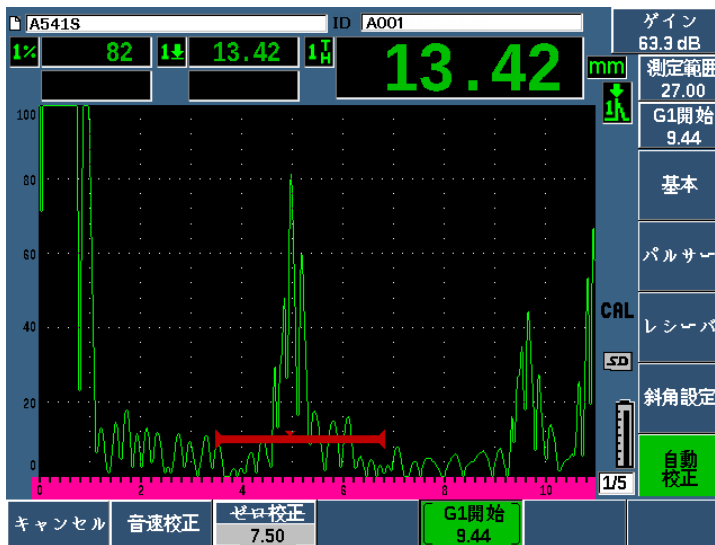

図 9-8 音速校正におけるゲート信号の例
- ゲート内の指示に対応するすでに分っている厚さ値を入力します（この例では、0.100 インチ）。それから、**続行**（P3 キー）を選択し、2 番目の校正ステップに進みます（156 ページの図 9-8 参照）。校正のこの段階で使用される厚さ値は、**ゼロ校正**パラメータボックスの基準として保存されます。